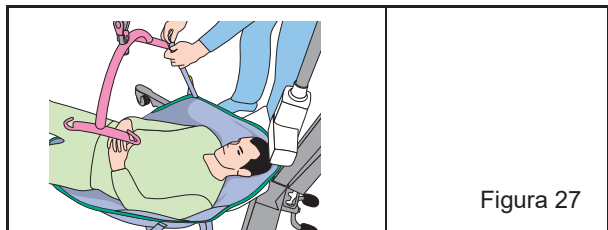

Figura 27
- Fije los bucles para los hombros. La manera más sencilla es utilizar las cintas más largas (véase la figura 27). Utilice las cintas que se adapten mejor a la complexión del paciente. Asegúrese de que las cintas de ambos hombros sean del mismo color.